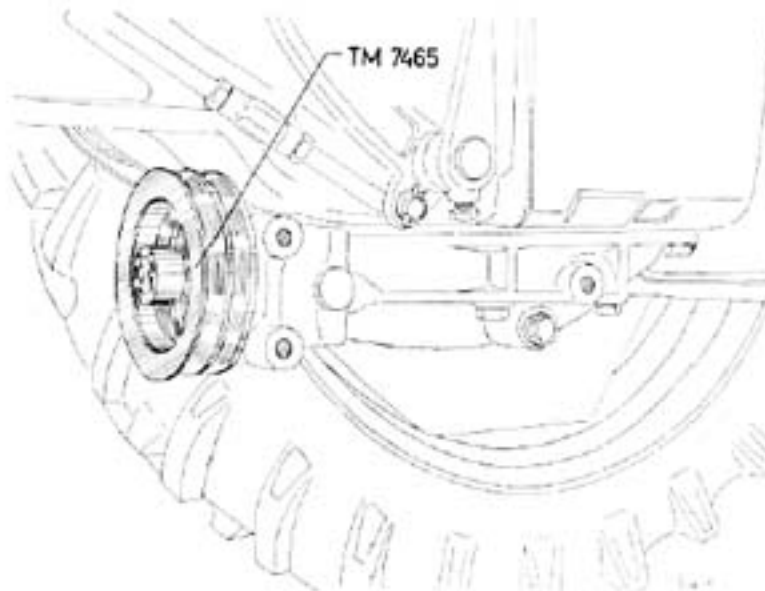

Abb. 1
1. Die **Keilriemenscheibe** TM 7465 wird gemäß Abb. 1 auf das freie Gewindeende der Mähantriebszapfwelle aufgeschraubt.